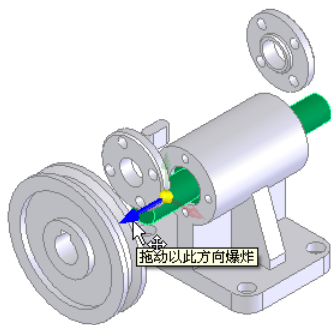

图 7-162 设置爆炸方向
**11** 爆炸传动轴。在“设定”复选框中的“爆炸步骤零部件”一栏中，用光标选择视图中或者装配体“FeatureManager 设计树”中的“传动轴”零件，单击视图中显示爆炸方向坐标的向左侧的方向，如图 7-162 所示，并单击“爆炸方向”一栏前面的“反向”按钮图标，调整爆炸的方向。